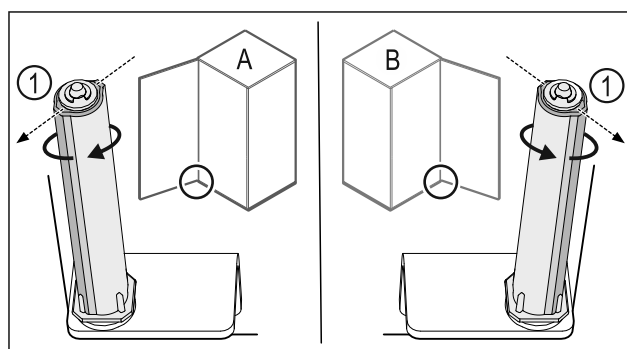

Fig. 50 Venstreanslag (A) / Højreanslag (B)
- ▶ Drej lukkesystemet mod modstanden, indtil lukkesystemets forbindelsesdel Fig. 50 (1) peger udad.